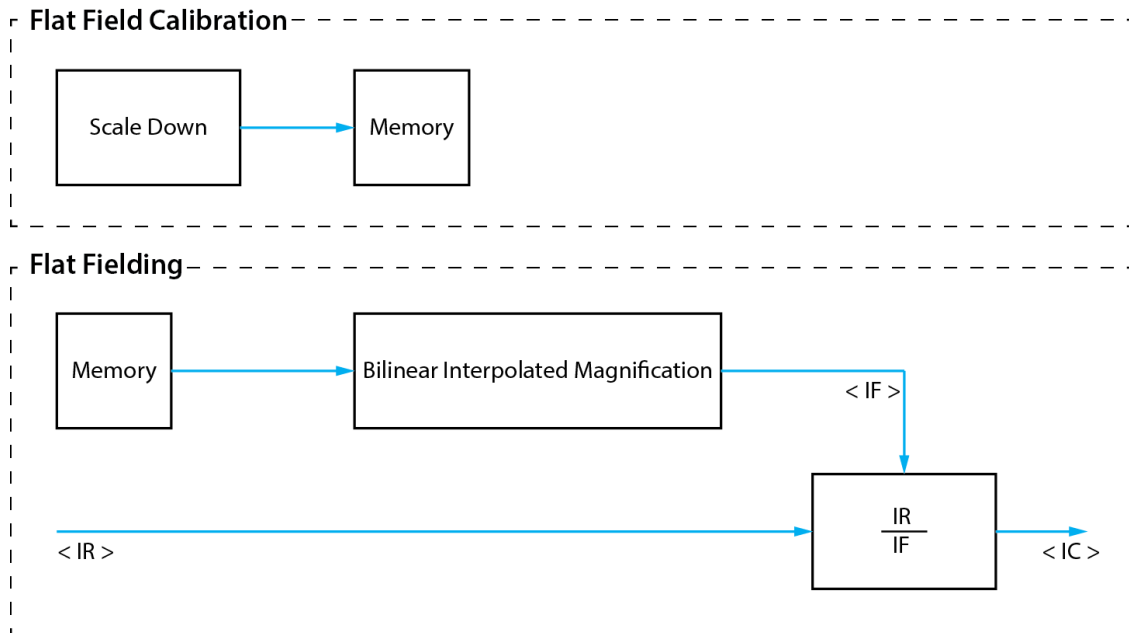

Figure 9.12 Flat Field 데이터의 생성과 적용
3. **Ffc Save** 파라미터를 실행하여 생성한 Flat Field 데이터를 비휘발성 메모리에 저장합니다. 축소된 Flat Field 데이터는 보정에 사용될 때, Figure 9.12 와 같이 Bilinear Interpolation 으로 확대된 후 적용됩니다.